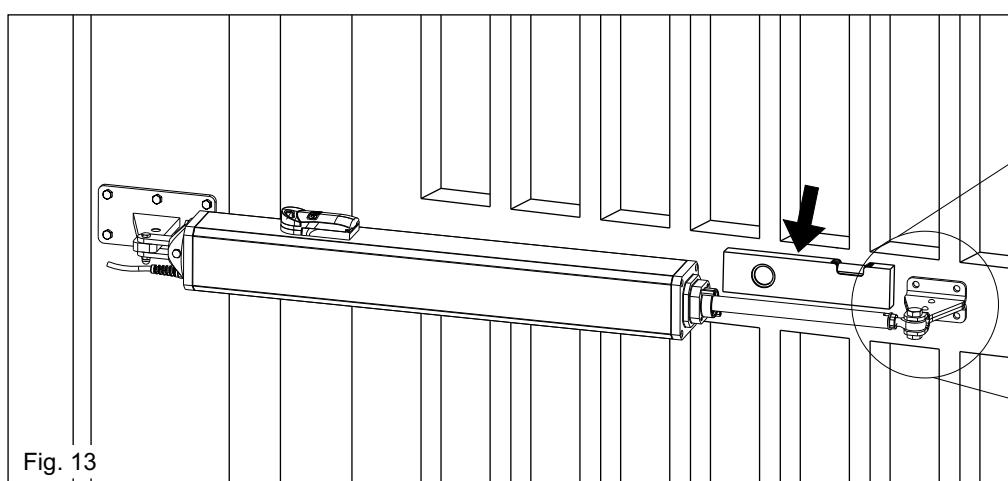

Fig. 13
Le support doit être positionné de façon que l'opérateur soit parfaitement horizontal (Fig.12, Fig.13).
- 4) Positionner l'opérateur de façon qu'il résulte parfaitement horizontal et donc marquer la position de la fixation antérieure (Fig.13).